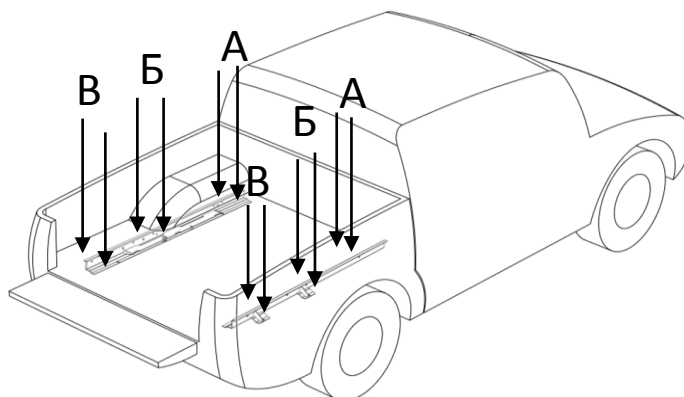

Рис.1
4. Задвинуть платформу по направляющим как показано на рисунке 2. При необходимости выровнять положение платформы относительно бортов и затянуть поочередно болты А, Б и В (рис.1), постепенно выдвигая платформу.